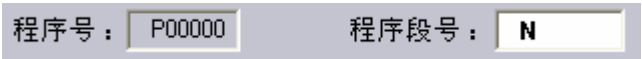

图 2.3 选择程序段号
- 2) 在程序段号处 N 后键入所需的程序段号，如图 2.3。